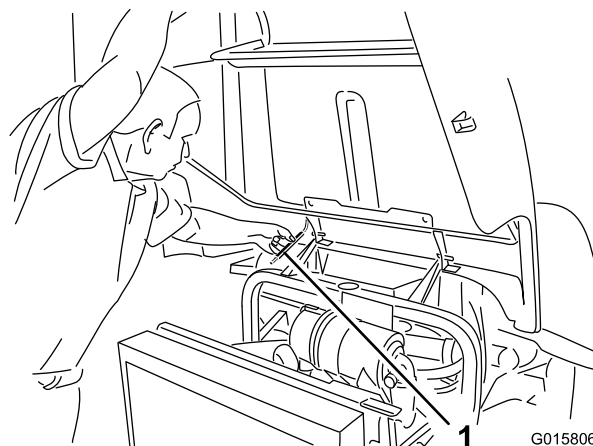

Figura 24
2. Levante el capó hasta que pueda colocar la varilla de sujeción detrás del tubo del bastidor (Figura 24).